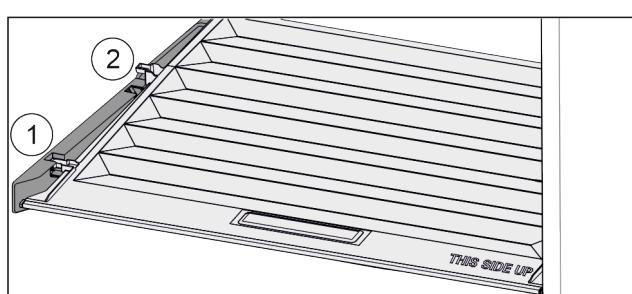

Fig. 124
- Издърпайте напред Fig. 124 (1) капака до отвора в задържащите части.
- Повдигнете го отзад отдолу и отстранете Fig. 124 (2) нагоре.